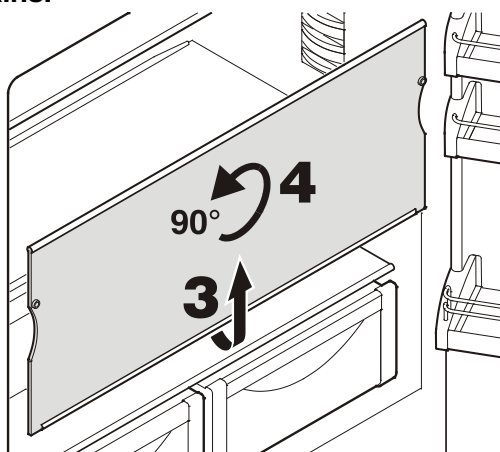

Figure 15
Retirer les étagères - Figure 15
- Retirer les tiroirs à légumes comme à la **Figure 15**.